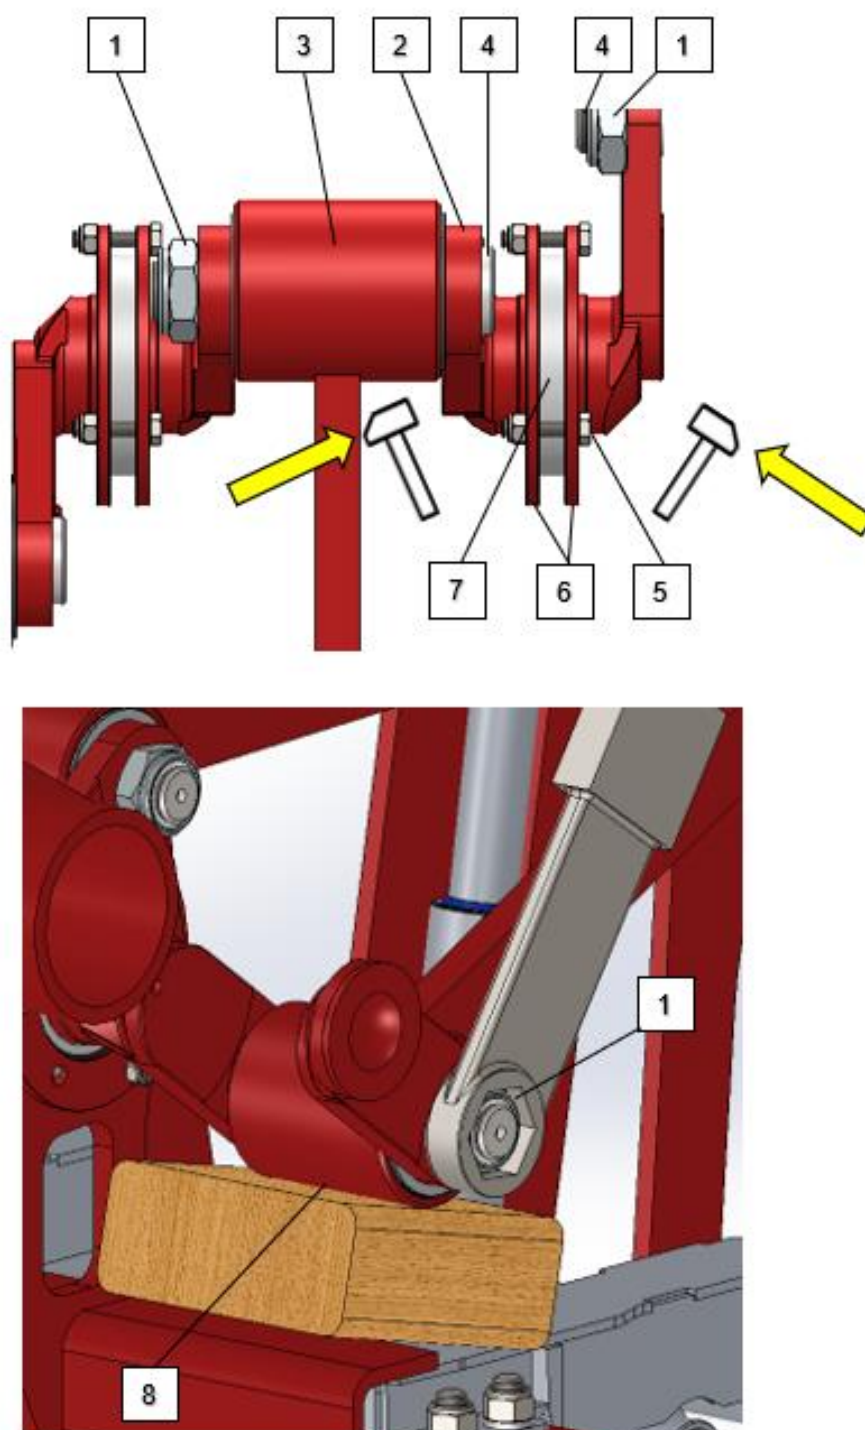

Fig. 16
A composição da cambota é demonstrada na Fig. 16. Consulte também a página dos componentes para um desenho mais detalhado.
É necessário substituir uma cambota quando está fissurada ou quando as porcas (1) da biela conectora (2) soltam-se regularmente. Quer os rolamentos da cambota, os orifícios do rolamento da cambota ou os orifícios do pino da grande extremidade da cambota estão danificados. Substitua a cambota / rolamento o mais rapidamente possível, para evitar danificar os outros componentes, da seguinte forma: (Fig. 16)
1. Retire a porca da extremidade grande (1) e o pino da extremidade grande (4).
2. Retire a biela conectora (3).
3. Retire os parafusos e as porcas (5) e os pratos das extremidades (6).
4. Remova a cambota (2).
5. Inspeccione os rolamentos e retire o rolamento (7) se necessário.
Apoie o centro da biela conectora (8) com um bloco de madeira quando estiver a apertar a porca da extremidade grande (1) para montar corretamente. (Consulte a Fig. 16)
1. Verifique qual a manivela (2) que funciona mais pesadamente e provoca a tensão.
2. Utilize um martelo para bater nas manivelas afetadas junto da extremidade grande (Fig. 16), exercendo tensão para aliviar a tensão.
3. Verifique a tensão de cada manivela (2) até que a tensão tenha sido aliviada de todos os elementos.